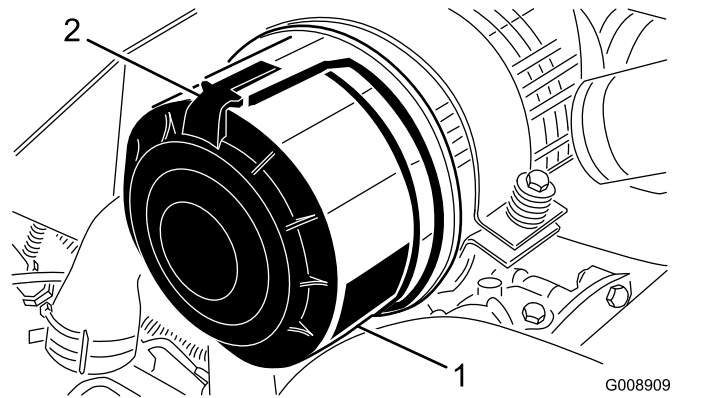

Figura 79
1. Abra los enganches que sujetan la tapa del limpiador de aire a la carcasa del limpiador de aire (Figura 79).